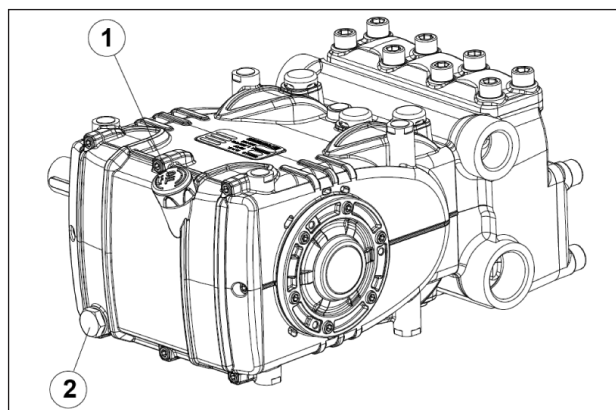

Fig. 3
Controllare il livello dell'olio, se necessario rabboccare Dall'asta livello olio pos. ①, Fig. 3.
Il controllo corretto del livello dell'olio si esegue con la pompa a temperatura ambiente, il cambio dell'olio va eseguito con pompa a temperatura di lavoro rimuovendo: l'asta livello olio pos. ①, e successivamente il tappo pos. ②, Fig. 3.
Predisporre l'impianto in modo tale da non superare in nessun caso i **100 °C** (212 °F) di temperatura dell'olio durante il funzionamento della pompa. Utilizzare una sonda di temperatura da infilare all'interno del tappo scarico olio pos. ② Fig. 3. Vedere manuale "PROTEZIONE ANTIDEFILAGRANTE ATEX".